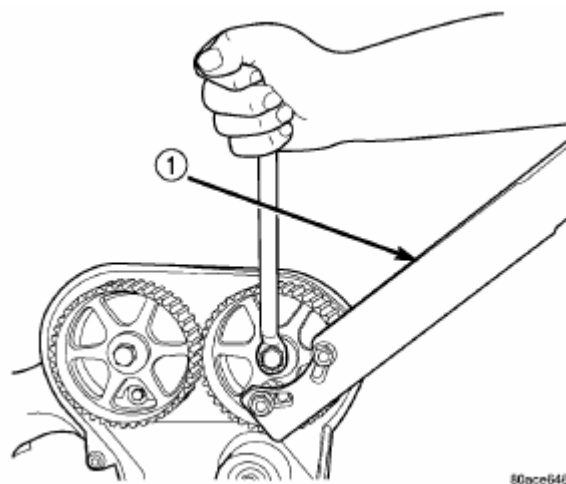

Рис. 111. Звездочка распредвала – снятие/ установка.
- (1) Снять ремень ГРМ.
- (2) Снять промежуточный шкив ремня ГРМ.
- (3) При снятии болта зафиксировать звездочку спец.приспособлением 6847 (Рис.111). Снять звездочки обоих кулачков.